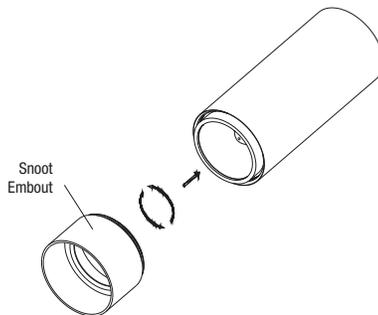
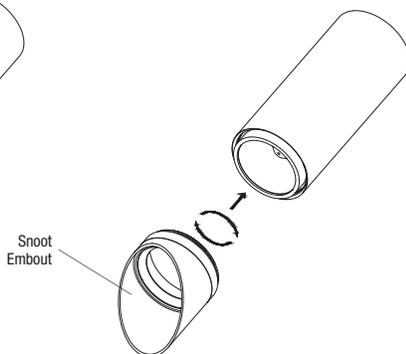

Fig. 1b
Fig. 2b
2. Screw the optional snoot in (Fig.1b, Fig. 2b).
2. Visser l'embout optionnel vers l'intérieur (Fig. 1b, Fig. 2b).